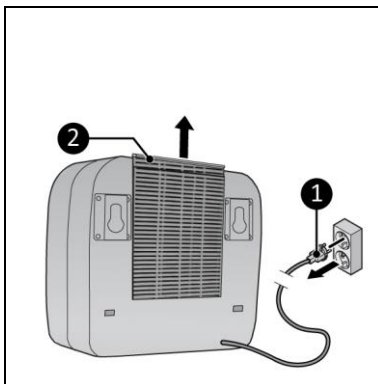

Abbildung 14
1. Stellen Sie sicher, dass das Gerät ausgeschaltet und der Stecker aus der Steckdose gezogen ist (Abbildung 14, Pos. 1).
2. Ziehen Sie den Rahmen nach oben (Abbildung 14, Pos. 2) und entfernen Sie den Filter.